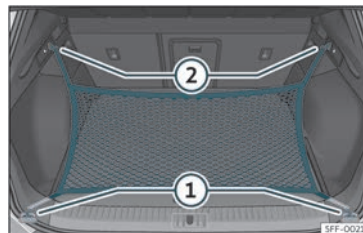

Fig. 113 No maleteiro: argolas (1) e ganchos (2) para enganchar a bolsa de rede.
- Fixe os ganchos curtos da rede nas argolas de amarre» fig. 113 ① » ⚠. A cremalleira da bolsa ten que quedar cara arriba.
- Fixe as cintas nos ganchos para colgar bolsas ②.